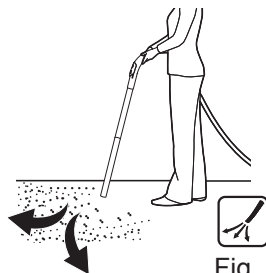

Fig. 24
- > Conecte el/los tubo(s) de extensión (10) a la agarradera del tubo (9a) si es necesario.
- > Sujete el tubo a unos 10 cm del suelo y camine lentamente usando un movimiento oscilante de lado a lado (Fig. 24).